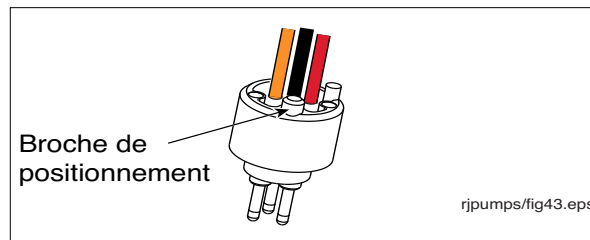

Figure 52. Broche de positionnement du connecteur mâle
10. Notez la petite broche de positionnement à l'arrière du connecteur mâle (voir la Figure 52).